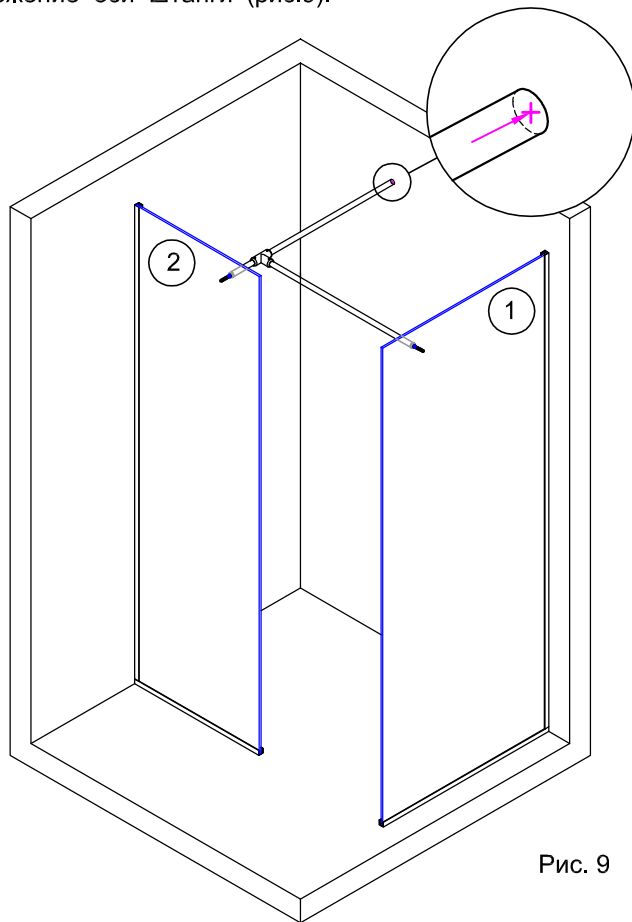

Рис. 9
4.3. При помощи уровня обеспечить горизонтальное положение штанги. На противоположной стене отметить положение оси штанги (рис.9).